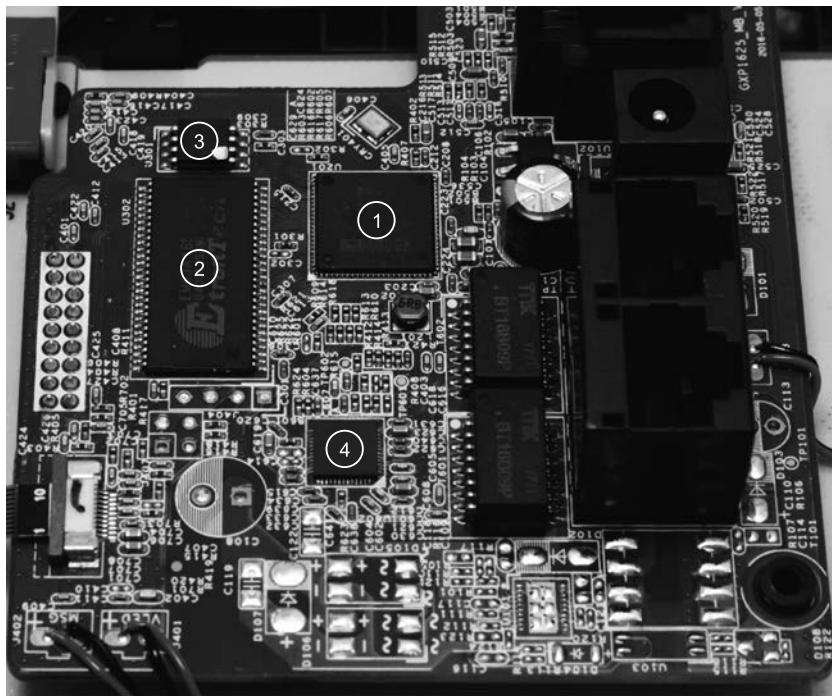

Рис. 3.10. Идентификация интегральных микросхем на плате
Вскрыв устройство, вы увидите одну печатную плату с набором компонентов (посмотрите на переднюю и заднюю часть печатной платы), самыми крупными из которых, вероятно, будут основная SoC, DRAM и внешняя флеш-память, как показано на рис. 3.10.
В центре вверху на рис. 3.10 расположена основная SoC DSPGroup DVF97187AA2ANC ①. Слева от нее — EtronTech EM63A165TS-6G SDRAM в корпусе TSSOP ②, а над SDRAM — Winbond 25Q128JVSQ, флеш-память в корпусе SOIC-8 ③. Кроме того, на плате есть Ethernet-контроллер Realtek RTL8304MB ④. Само же устройство представляет собой недорогой IP-телефон, и это позволяет понять, почему вы ничего не слышали о брендах SoC и SDRAM.